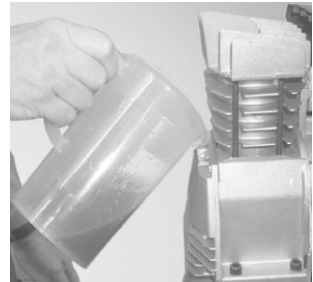

Рис. 15
4. Залить в компрессор новое компрессорное масло в объеме, указанном в технических характеристиках (рис. 15).